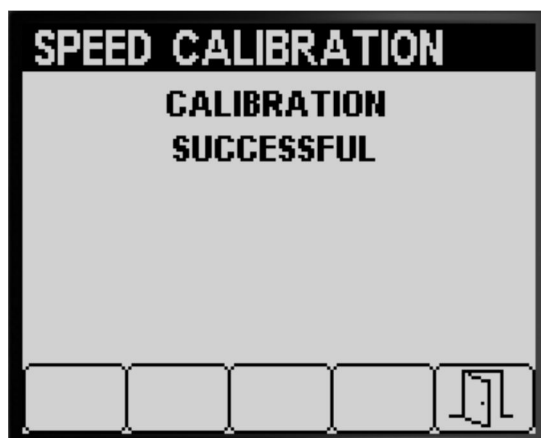
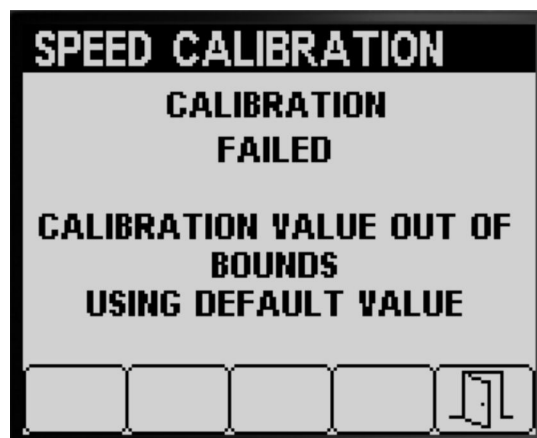

Figura 68
Figura 69
- Un mensaje confirma que la calibración de velocidad ha finalizado con éxito (Figura 68).
- Un mensaje indica que la calibración de velocidad ha finalizado con error (Figura 69).
Nota: Si el valor de calibración está fuera de los límites (Figura 69), póngase en contacto con su servicio técnico autorizado de Toro; de lo contrario, revise el mensaje de error y repita los pasos de calibración descritos en Preparación para la calibración de velocidad (página 24) y Realización de la calibración de velocidad (página 25).
5. Pulse el botón 5 para salir de la pantalla Calibración de velocidad (Figura 68 o Figura 69).